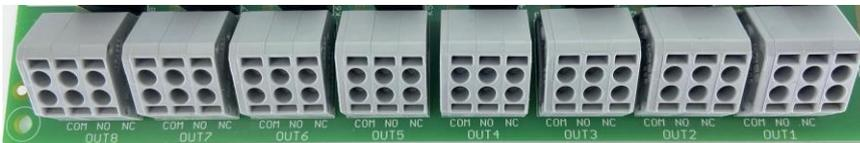

Abbildung 7: Schraublose Federzugklemmen OUT 1-16
**Anschluss Drähte:** An den schraublosen WAGO Federzugklemmen auf beiden Seiten (siehe Abbildung 7), lassen sich jeweils 2 eindrähtige Leiter pro Kontakt, im Querschnitt zwischen 0,2 und 1,5mm2, werkzeuglos anschliessen. Hierzu können die Klemmen zum besseren Arbeiten vom Board abgezogen werden (Steckkontakte).
**Anschluss Litzen:** An den WAGO Federzugklemmen auf beiden Seiten (siehe Abbildung 7), lassen sich jeweils 2 feindrähtige Leiter (Litzen) pro Kontakt, im Querschnitt zwischen 0,2 und 1,5mm2 anschliessen. Hierzu muss die Federzugklemme mittels WAGO-Betätigungswerkzeug (WAGO Art-Nr.: 210-657 oder 210-720) oder einem isolierten Schraubenzieher Gr.1 durch Einstecken des Werkzeuges in die dafür vorgesehene Öffnungsvorrichtung geöffnet werden. Hierzu können die Klemmen zum besseren Arbeiten vom Board abgezogen werden (Steckkontakte). Alle angeschlossenen Drähte lassen sich mittels WAGO-Betätigungswerkzeug (WAGO Art-Nr.: 210-657 oder 210-720) oder einem isolierten Schraubenzieher Gr.1 wieder lösen.